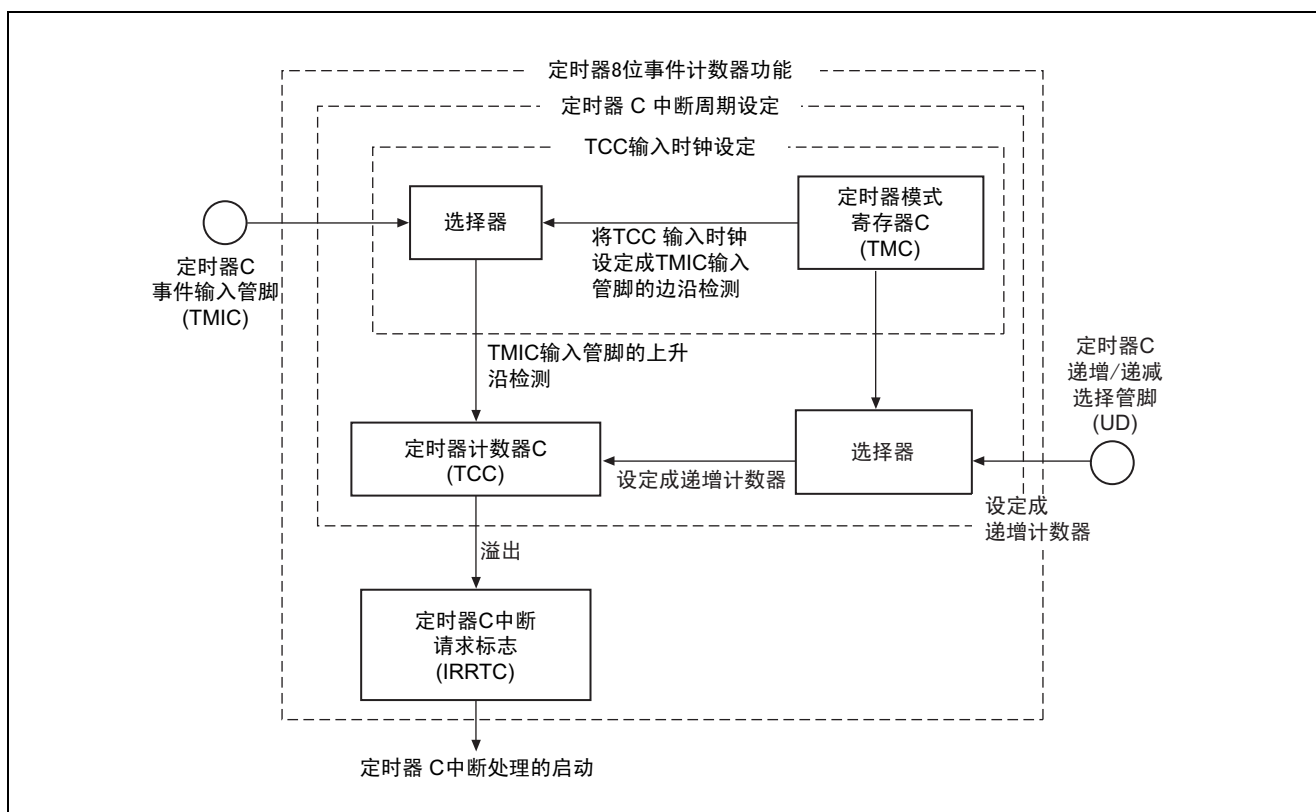

图 1 定时器 C 的 8 位事件计数器功能的框图
- (1) 在本例子中，使用定时器 C 的 8 位事件计数器功能，测定 TMIC 输入管脚输入的脉冲频率。
- (a) 定时器 C 的 8 位事件计数器功能的框图如图 1 所示。以下说明有关定时器 C 的 8 位事件计数器功能的框图。